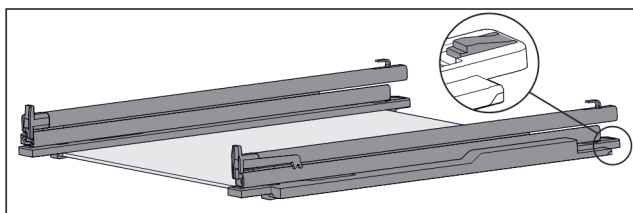

Fig. 126 Стеклаянная пластина с направляющими и крепежными элементами
- ▶ Крепежный элемент сзади прижмите вниз (см. Fig. 126) и одновременно отодвиньте направляющую назад.